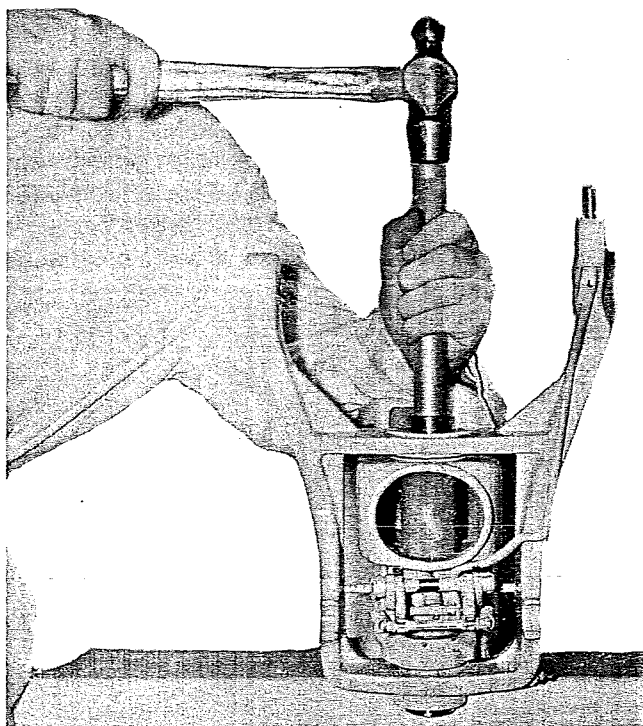

Fig. 13
1. Lossa de två skruvarna (32) som håller slangfästet (30) på gaffeln. Tag bort slangfäste och packning.
2. Demontera gaffeln genom att driva ut styrspindeln (24). Använd verktyg 884311 och 9991801, se fig. 13.